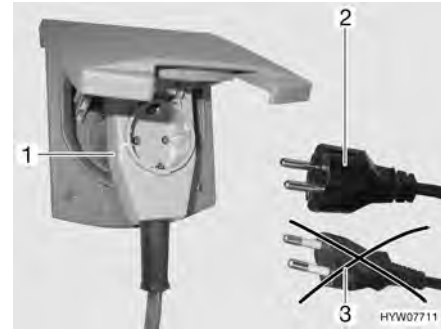

Fig. 100 Raccordement à un adaptateur coudé avec prise de courant
- ▶ Lors de l'utilisation d'un adaptateur coudé CEE 17 muni d'une prise à l'arrière (Fig. 100,1), se servir uniquement d'un connecteur en caoutchouc et scellé IP 44 avec contact de mise à la terre (Fig. 100,2). Ne pas utiliser de connecteur sans contact de mise à la terre (Fig. 100,3).